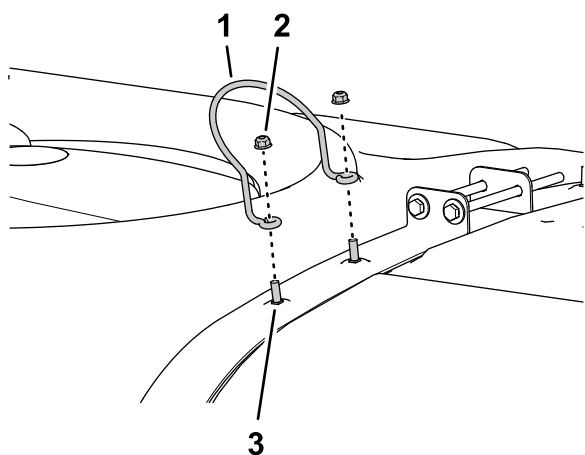

Рисунок 12
1. Отверните две фланцевые контргайки, которые крепят фиксатор крышки бака к двум каретным болтам в заднем хомуте бака опрыскивателя, и снимите фиксатор крышки бака (Рисунок 12).